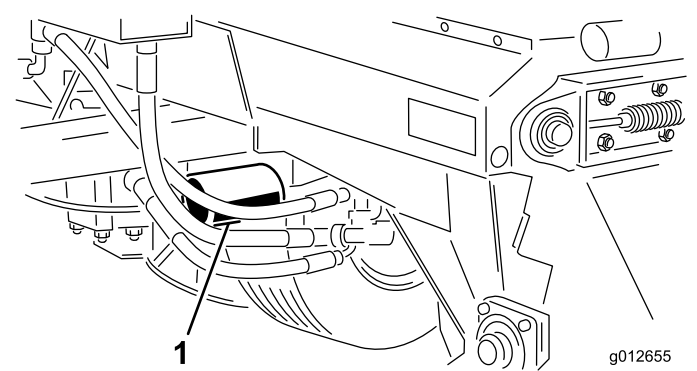

图 28
- 2. 清洁滤芯安装区周围的区域。在滤芯下面放置一个放油盘并拆下滤芯图 28。